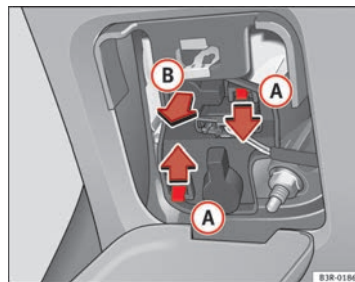

Fig. 216 Desmontar el portalámparas
- Haga presión sobre las lengüetas **(A)** ⇒ fig. 216 en el sentido de las flechas y extraiga el portalámparas tirando en el sentido que indica la flecha **(B)**.